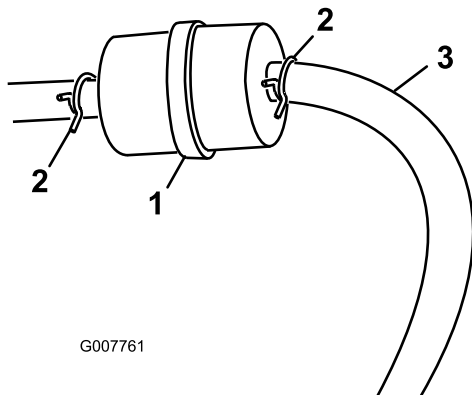

Figura 27
3. Apriete los extremos de las abrazaderas y deslícelas por el tubo alejándolas del filtro (Figura 27).
5. Instale un filtro nuevo y acerque las abrazaderas al filtro (Figura 27).
3. Afloje la abrazadera cerca del filtro de combustible y deslícela por el tubo, alejándola del filtro de combustible (Figura 27).
4. Desconecte el tubo de combustible del filtro de combustible (Figura 27).
Nota: Deje fluir el combustible a una lata de combustible o a un recipiente de vaciado (Figura 27).
5. Instale el tubo de combustible en el filtro de combustible. Acerque la abrazadera al filtro de combustible para fijar el tubo de combustible (Figura 27).